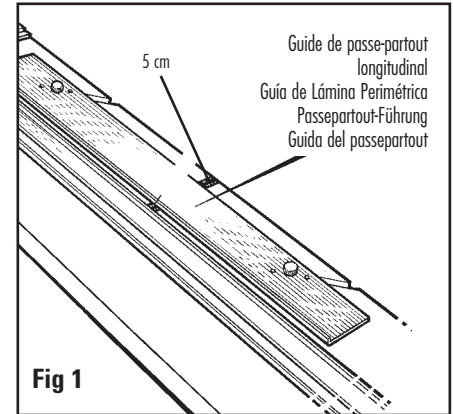

Fig 1
1. Verrouillez le guide de passe-partout longitudinalement au niveau du repère de 5 cm sur l'échelle. **Fig. 1**
1. Arretieren sie die Passepartout-Führung an der 5 cm Markierung auf der Skala. **Abb. 1**
1. Trabaje la Guía de la Lámina Perimétrica en la marca de 5 cm en la escala. **Fig. 1**
1. Bloccare la guida del passepartout sul segno 5 cm sul righello. **Fig. 1**